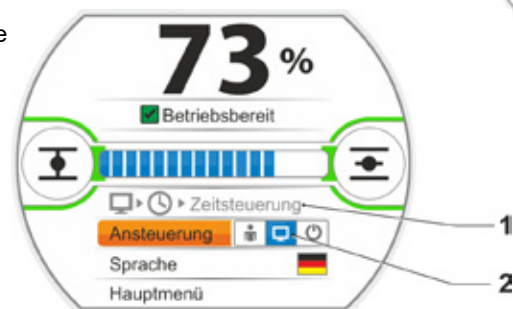

Abb. 2: Zeitsteuerung aktiv
- Die ‚Ansteuerung‘ auf FERN schalten (Abb. 2, Pos. 2). Das Display zeigt in der ersten Zeile des Start-Menüs, dass die Zeitsteuerung aktiv ist (Pos. 1).